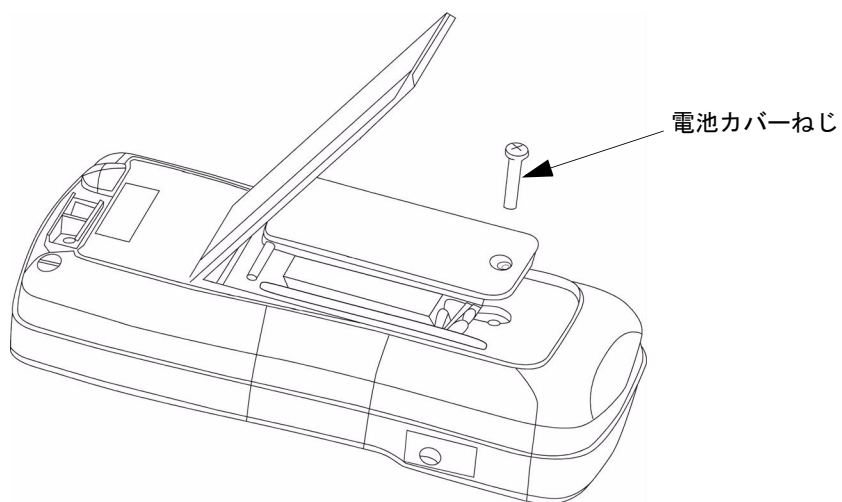

図3-1 電池の交換
- 1 適切なねじ回しでねじを緩め、図3-1に示すように電池カバーを取り外します。